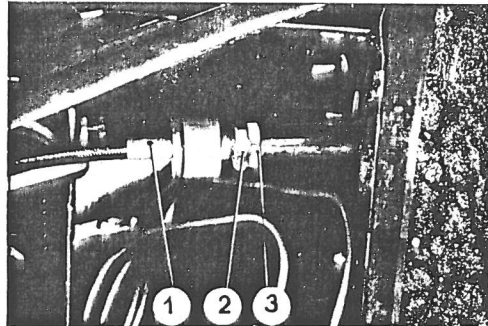

Fig. 30.
3. Indstillingen af pedalen sker ved arrangementet vist i fig. 30. Spillerummet mellem møtrikken (3) og røret skal være 0,3-0,5 mm ved fuldt løsnet pedal.